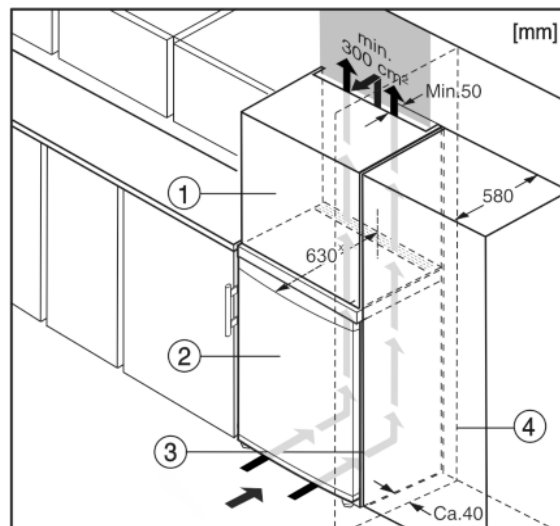

Fig. 6
- (1) Viseći ormar*
- (2) Uređaj*
- (3) Kuhinjski ormar*
- (4) Zid*
Uređaj se može adaptirati za ugradnju u kuhinjske ormare. Kako biste uređaj Fig. 6 (2) prilagodili visini kuhinjskog namještaja, iznad uređaja možete postaviti viseći ormar Fig. 6 (1).
Kod adaptacije s normalnim kuhinjskim ormarima (dubina maks. 580 mm) uređaj se može postaviti direktno uz kuhinjski ormar Fig. 6 (3). Uređaj stoji bočno 34 mm * i u sredini uređaja 50 mm * nasuprot pročelju kuhinjskog ormara.
Kada se uređaj postavlja s okovima pored zida Fig. 6 (4), razmak između uređaja i zida mora iznositi najmanje 40 mm. To odgovara stajanju ručice kod otvorenih vrata.*